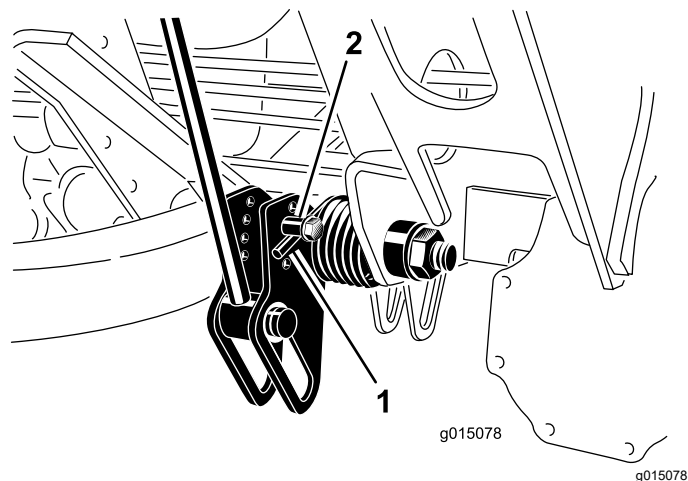

Bild 59
2. Führen Sie ein Rohr oder ein ähnliches Objekt in die lange Feder ein, um die Federspannung während der Einstellung aufzuheben (Bild 59).
3. Wenn Sie die Federspannung aufgehoben haben, nehmen Sie die Schraube und Sicherungsmutter ab, mit denen der Federaktuator an der Halterung befestigt ist (Bild 59).